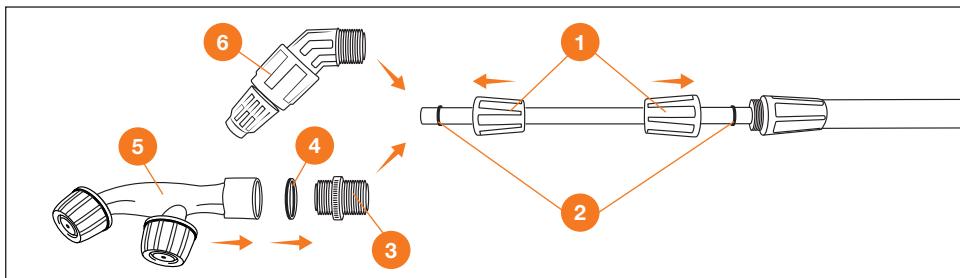

Рис. 4
2. Для присоединения распылительной регулируемой насадки **6** установите резиновую круглую прокладку **2** присоедините насадку и закрепите фиксирующей гайкой **1** (Рис. 4).
3. Для присоединения двойной распылительной насадки **5** установите плоскую резиновую шайбу **4** и закрепите муфтой **3**, присоедините муфту к телескопической штанге (Рис. 4).
4. Для регулировки длины телескопической штанги ослабьте фиксирующую гайку **1**, установите требуемую длину и зафиксируйте гайкой (Рис. 4).